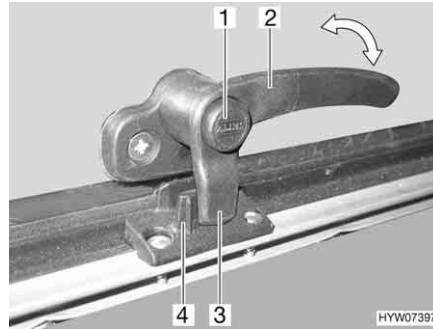
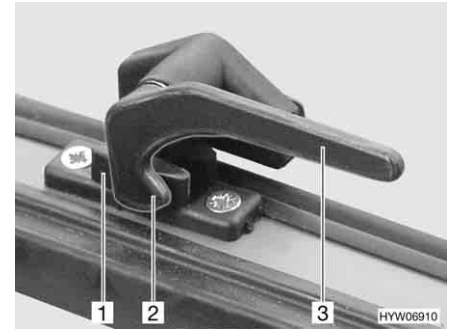

Fig. 97 Alavanca de trava com botão de segurança na posição "Fechada"
Fig. 98 Alavanca de trava na posição "Fechada"
- Se disponível, prima o botão de segurança (Fig. 97,1) e mantenha-o premido.
- Gire a alavanca de trava (Fig. 97,2 ou Fig. 98,3) um quarto de volta na direção do meio da janela.
- Gire a alavanca de trava (Fig. 97,2 ou Fig. 98,3) um quarto de volta em direção à moldura da janela. A ponta de trava (Fig. 97,3 ou Fig. 98,2) na alavanca de trava fica completamente assente na parte de dentro do dispositivo de bloqueio da janela (Fig. 97,4 ou Fig. 98,1).
- Na posição "Bem fechada" (Fig. 97 e Fig. 98)